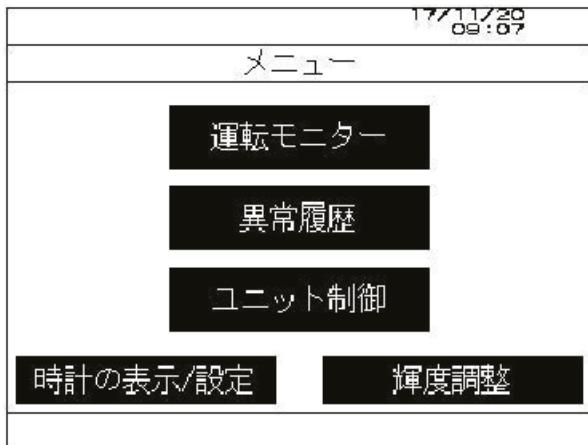

図 6-1 メニュー画面
- ⑥他に変更したい値が有る場合は、①～⑤の操作を繰り返して設定して下さい。
- ⑦設定が終わったら、画面左下の「設定操作」を押して下さい。設定操作画面（図 6-1）に戻ります。
- ⑧設定操作画面の下方の「設定完了」を押す。